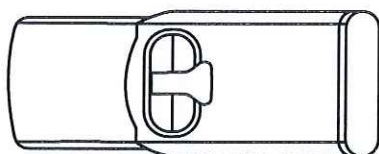

Рис. 6
2.5. Мундштук ротовой Prolife PNF (рисунок 6) – 1 шт.